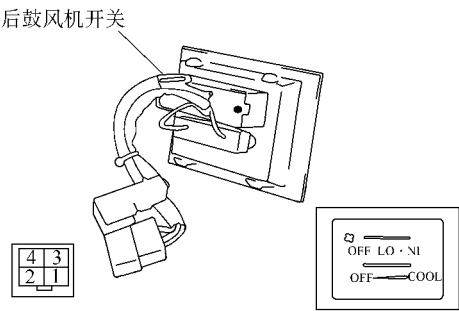

图 19-56 开关和接插件
(3) 检查后 A/C 鼓风机开关。其开关和接插件如图 19-56 所示，其端子的导通情况见表 19-17。